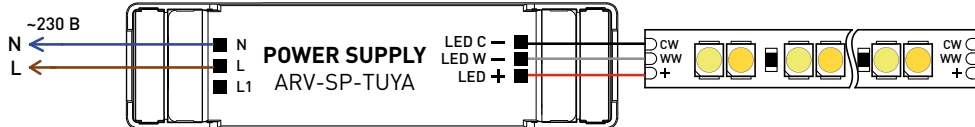

Рис. 2. Схема подключения двухканального источника питания (для арт. 052988, 052990)
- 3.7. Подключите светодиодную нагрузку согласно схеме, поставляемой с этой нагрузкой, к выходным клеммам источника питания со стороны **OUTPUT**, строго соблюдая полярность: «общий +» на нагрузке — к «плюсовому» выходу источника (LED+), «холодный белый» — на нагрузке — к «минусовому холодному белому» выходу источника (CW-), «теплый белый» — на нагрузке — к «минусовому тепловому белому» выходу источника (WW-) (пример подключения на рис. 2).